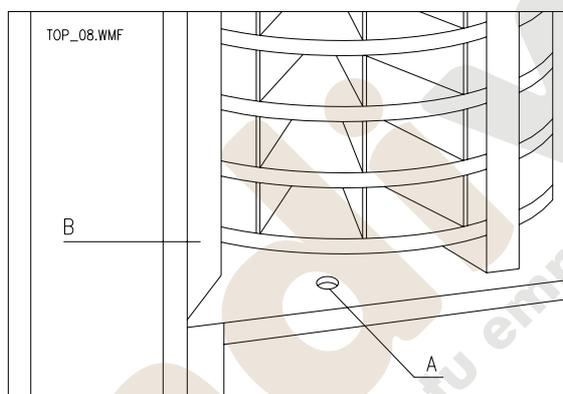

FIG. 9
- 2) Desenganchar la rejilla anterior izquierda de acero ref.B FIG. 9.
Nota: Para el último disco inferior, utilizar como orificio el del fondo de la caja portante ref. A fig. 9, después de haberse situado en correspondencia con el mismo.
- 8) Colocar nuevamente en su lugar la rejilla anterior ref.B FIG. 9.